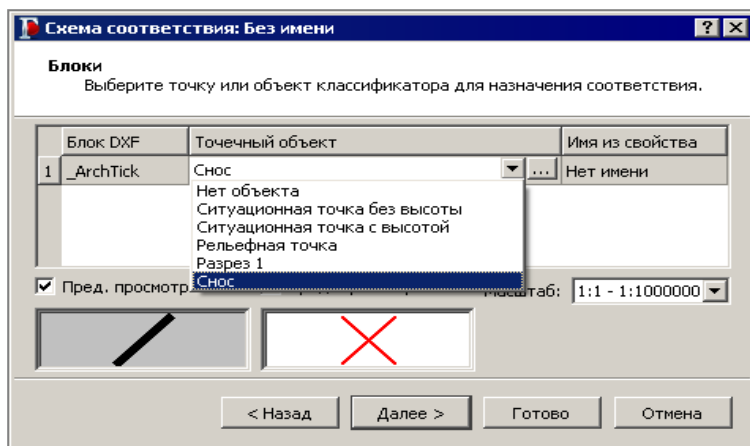

Рис. 32.5
- Для блоков (рис. 32.5) – в виде ситуационной точки (без высоты или с высотой), рельефной точки, точечного объекта классификатора.